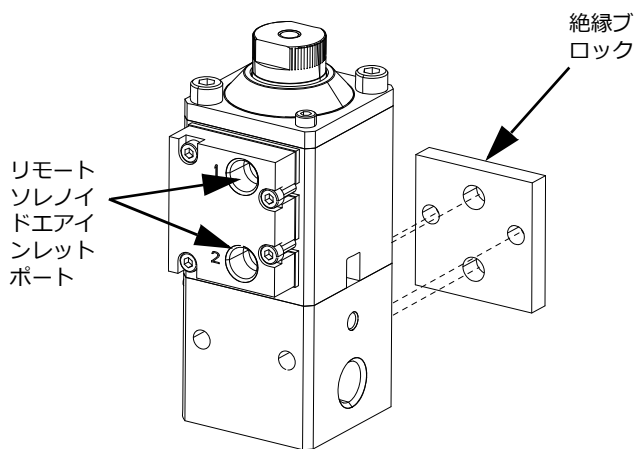

図 7
- b. リモートで取り付けられているソレノイド (J) のあるバルブについては、以下の表を参照してください。図 7。